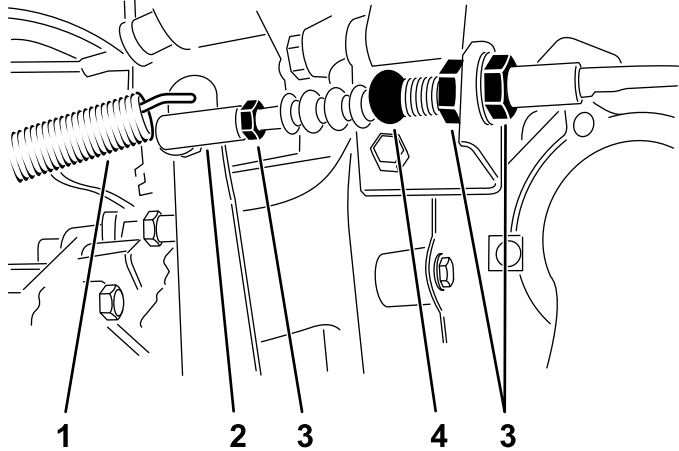

图 63
1. 拧松将离合器拉索固定到钟形外壳支架的锁紧螺母图 63。